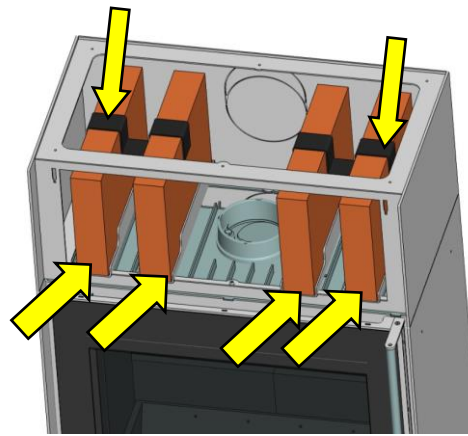

Abb. 10: Wärmespeicher-Modul
2. Die Speichersteine, 4 Stück pro Aufsatz, von vorne in die dafür vorgesehenen Schienen schieben (Abb. 10).
3. Beiliegende Halteklammern, 2 Stück pro Aufsatz, mittig montieren (Abb. 10).